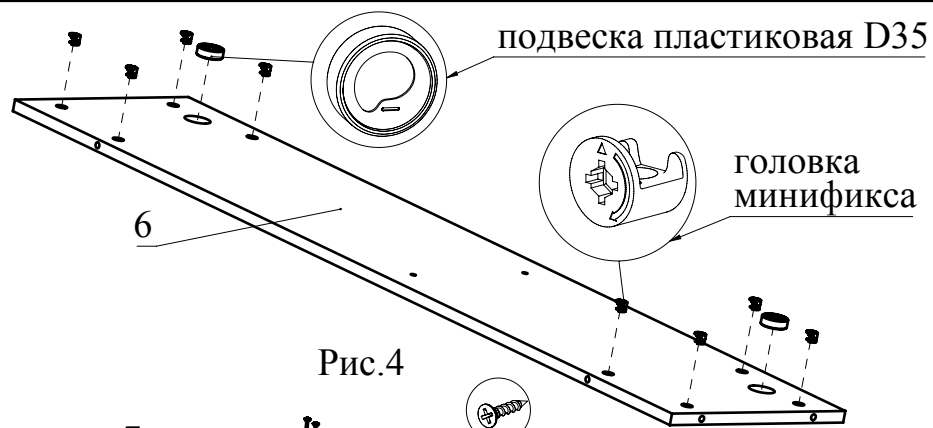

Рис.4
2. Вставьте головки минификсов согласно схеме (Рис. 2) в детали 2, 3, 4, 6 (Рис. 3, Рис. 4).
3. Вбейте подвески пластиковые в деталь 6 (Рис. 4).